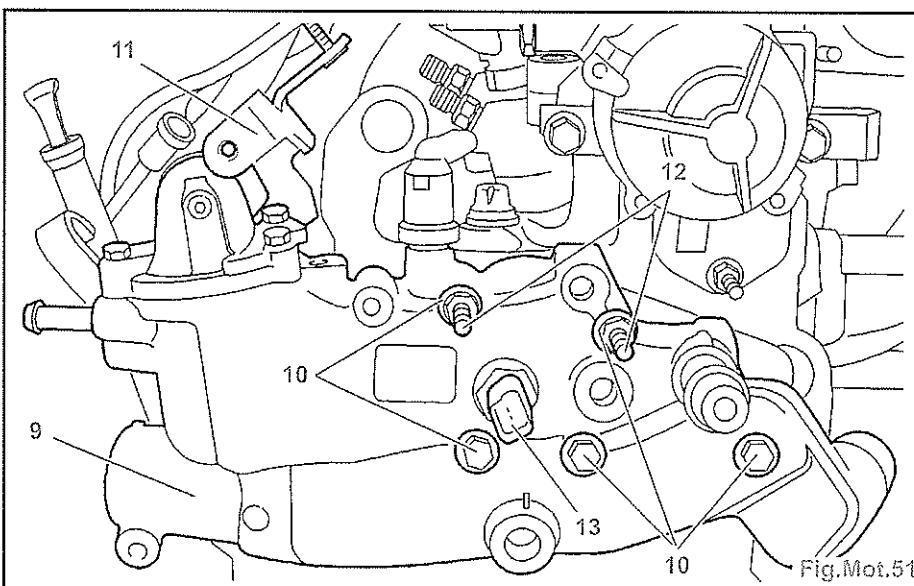

Fig.Mot.51
- Débrancher le connecteur (13) (Fig.Mot.51).